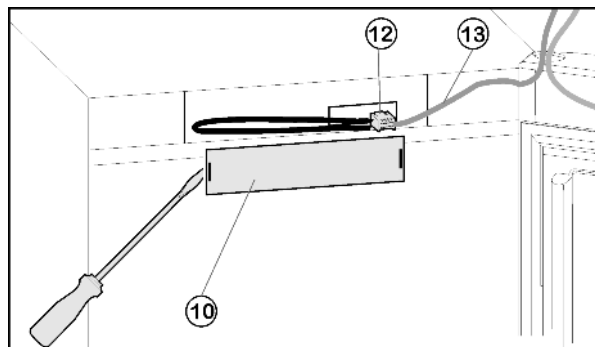

Fig. 4
- Снимите переднюю накладку Fig. 4 (10) с помощью плоской отвертки.
- Снимите контакт и извлеките разъем Fig. 4 (12).
- Высвободите из направляющей серый кабель Fig. 4 (13).
- ▶ Снова установите разъем *Fig. 4 (12)*.
- ▶ Снова установите крышку *Fig. 4 (10)*.